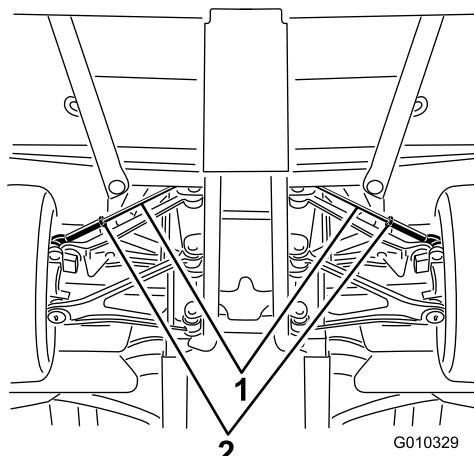

**Рисунок 60**
- Измерьте межцентровое расстояние (на высоте оси) на передней и задней стороне рулевых колес (Рисунок 60). Результат измерения на передней стороне шин должен отличаться от результата измерения на задней стороне на  $0 \pm 3$  мм. Поверните шины на 90 градусов и повторите измерения.